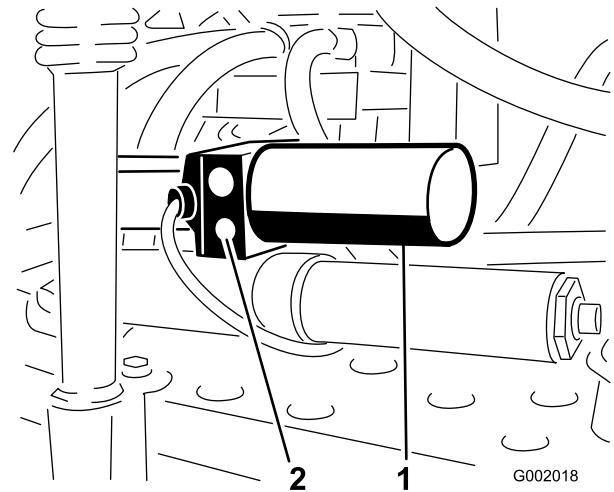

Bild 74
1. Ermitteln Sie das manuelle Überdruckventil am Aktuator jedes Auslegers. Das manuelle Überdruckventil ist das kleinste Ventil. Es befindet sich nur an einer Seite des Aktuators (Bild 74).